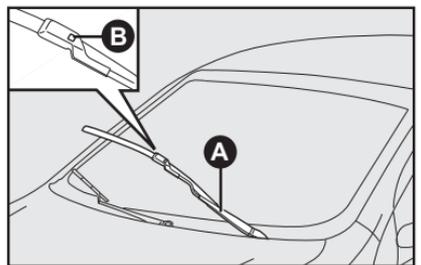

fig. 27
## Sustitución de las escobillas del limpiaparabrisas - fig. 27
- 1) Levante el brazo **A-fig. 27** del limpiaparabrisas.
- 2) Apriete la traba **B-fig. 27** y tire de la escobilla, empujándola hacia arriba y soltándola del brazo **A-fig. 27**.